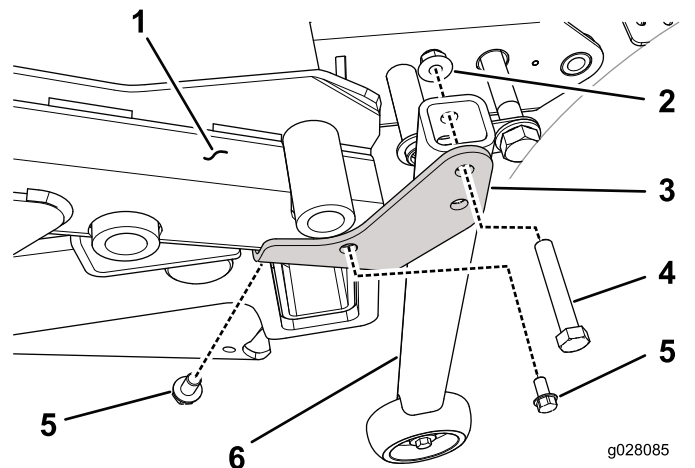

図 33
3. シリアル番号が 313000001 よりも大きいトラクションユニットでは、コンバージョンブラケット左右の区別ありをデッキの左右の後コーナーに取り付けるタッピングねじ 3/8 x 5/8 インチを使用する 図 33。
じ 3/8 x 2-1/4 インチ と フランジナット 3/8 インチ を使用する 図 33。